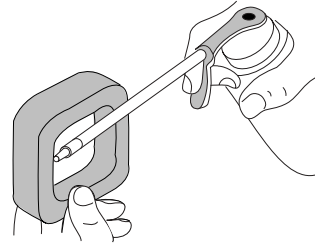

Fig. 37
4. Aplique suficiente aceite limpio de motor SAE 30 para recubrir ligeramente el filtro (Fig. 37).